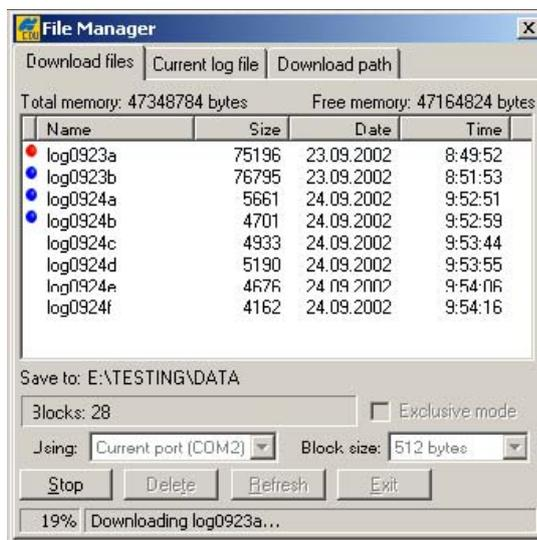

Рисунок 4-4. Индикаторы состояния копирования файлов
6. Щелкните на кнопке *Download* (*Загрузка*). Во время копирования возле каждого файла отображаются индикаторы состояния загрузки (см. рисунок 4-4).